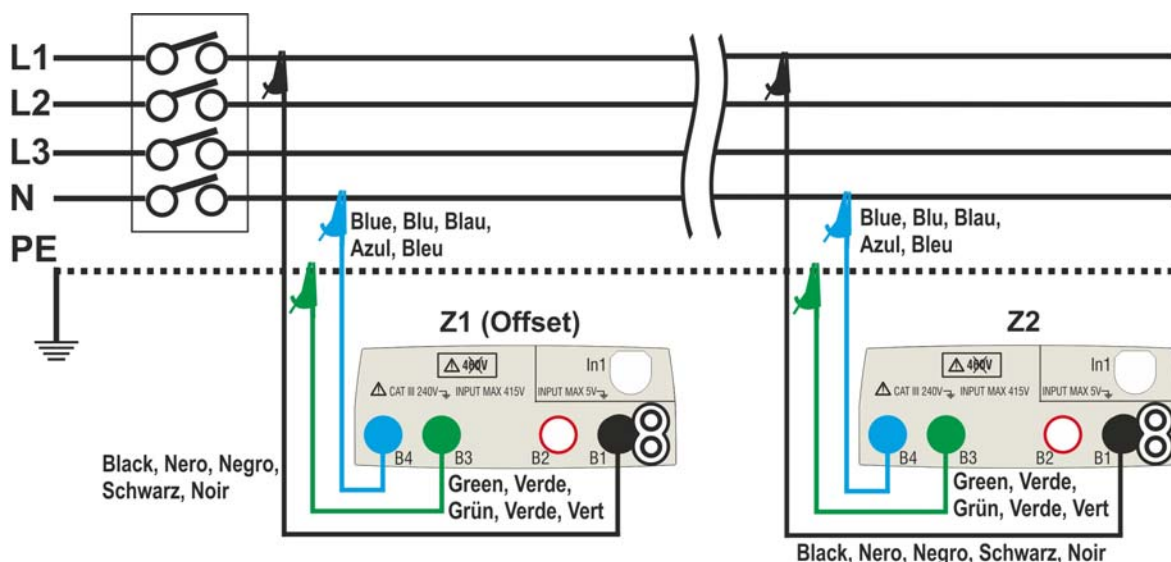

Fig. 32 : Connexion de l'instrument en mode mesure chute de tension L-N
6. Passez à l'étape 9 dans le cas du réglage manuel de la valeur de l'offset Z1. **En cas de NON configuration manuelle de la valeur de l'Offset Z1**, connecter l'instrument au point initial de la ligne principale du test (généralement en aval d'un dispositif de protection) selon les Fig. 32 ou Fig. 33 de manière à exécuter la première mesure d'impédance **Z1 (Offset)**. Dans ce cas, l'instrument va exécuter la mesure d'impédance en amont du point initial de la ligne principale du test, il prend comme référence de point de départ. L'écran suivant (concernant la mesure LL) est affiché
9. Connectez l'instrument au point final de la ligne d'essais conformément à la Fig. 32 ou Fig. 33 de manière à effectuer la mesure d'impédance à l'extrémité de la ligne **Z2**. L'écran suivant est affiché. On notera la présence d'une valeur d'affichage **Z1 (offset)** mesurée précédemment